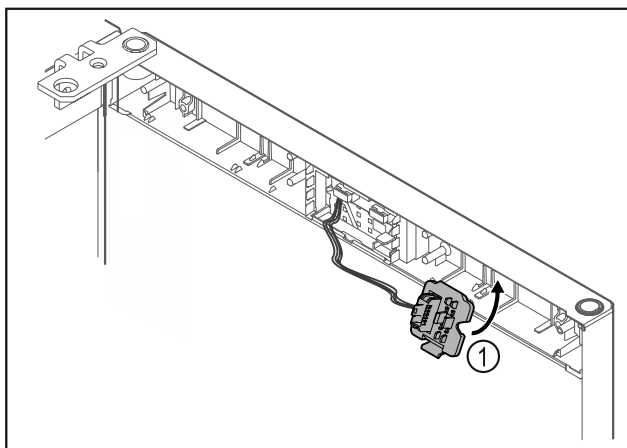

Fig. 19
- Stekkerhouder Fig. 19 (1) aan tegenoverliggende zijde vergrendelen.